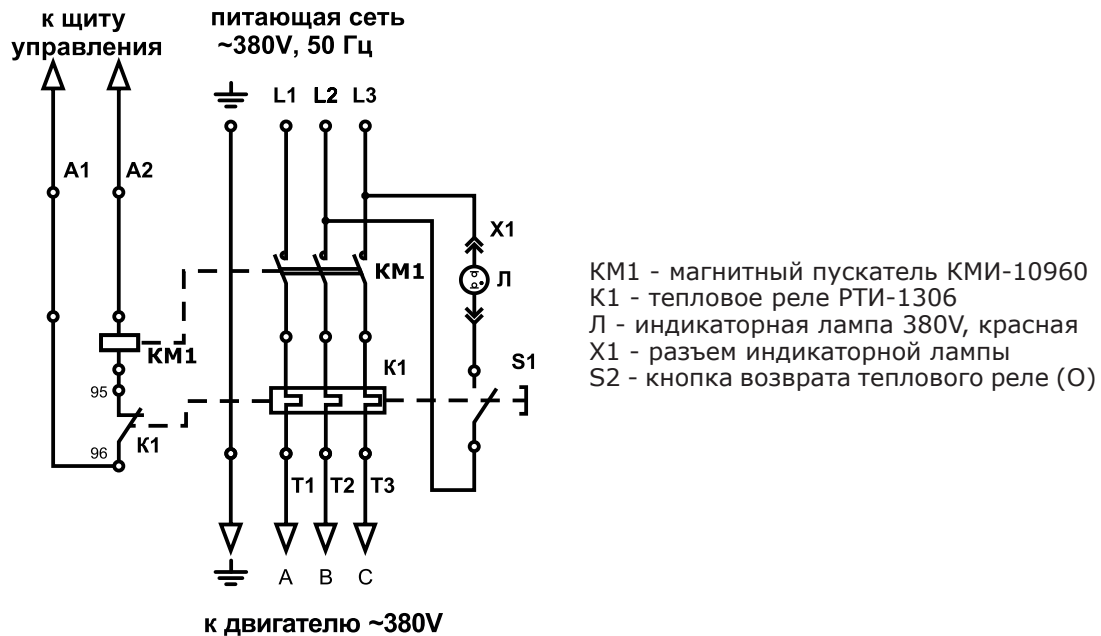

Рис.20 Схема подключения щита управления золоудалением
2.8. Подключить шнур от щита управления золоудалением (поз.10) к двигателю мотор-редуктора согласно монтажной схеме Рис.20. Провод заземления подключить к колодке заземления внутри щита управления.